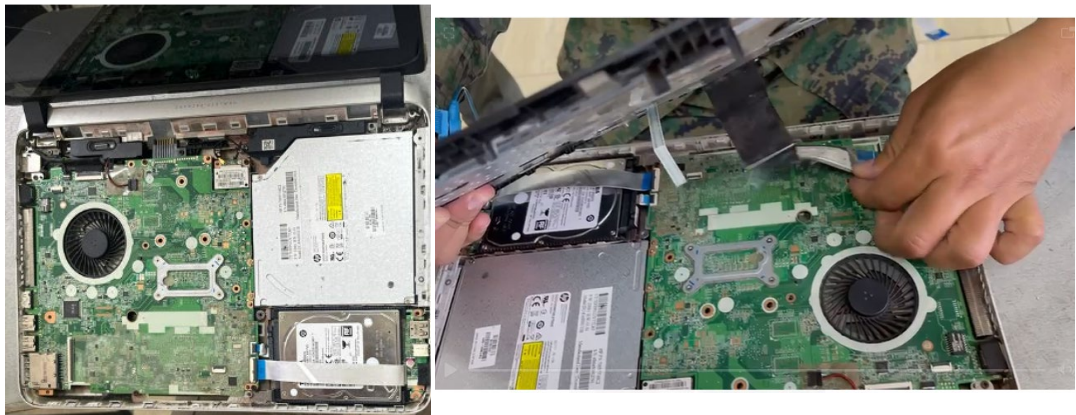

Figura 19. conexión de flex del teclado.
19. En la figura 19 se muestra, que ya se tiene montada la placa madre en el case del computador por lo que se continúa conectando los flexs del teclado en la placa para su respectiva interconexión.